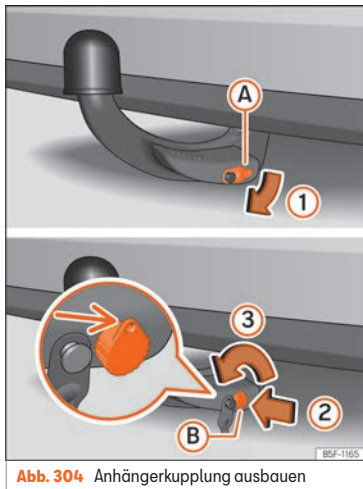

Abb. 304 Anhängerkupplung ausbauen
- Nehmen Sie die Abdeckung (A) vom Schloss (1) »» Abb. 304.
- Stecken Sie den Schlüssel (B) in das Schloss ein (2) »» Abb. 304.
- Drehen Sie den Schlüssel nur eine halbe Umdrehung nach links (3), bis sich das Loch des Schlüssels oben befindet »» Abb. 304.